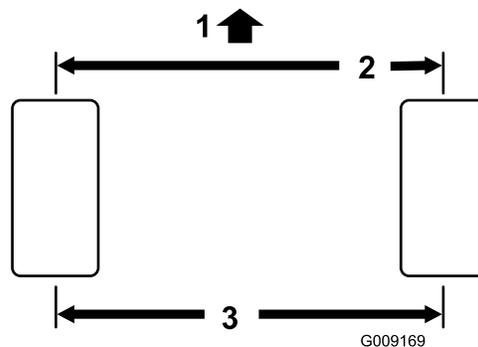

Figura 65
2. Misurate l'interasse (all'altezza dell'assale) sulla parte anteriore e posteriore degli pneumatici di sterzo (Figura 65).